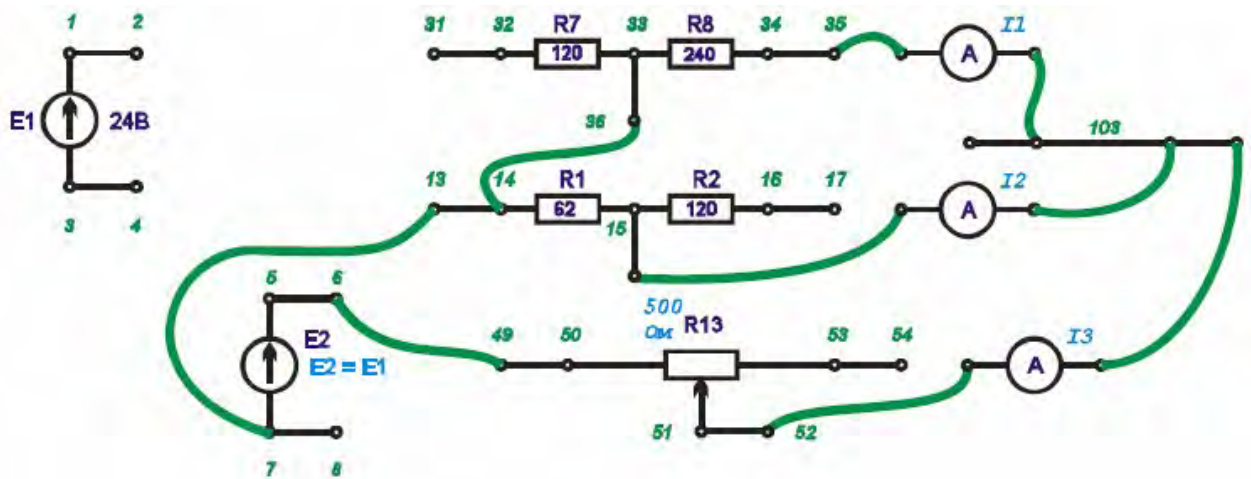

Рисунок 4.1
4. Собрать и изучить схему электрической цепи (рис. 4.1.).